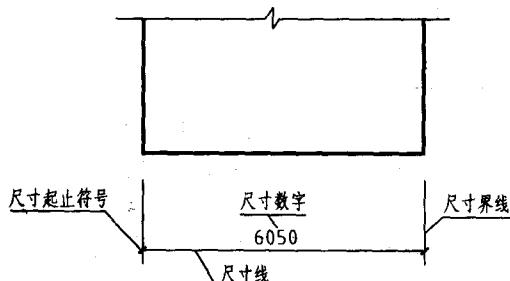

图 1-7 尺寸的组成
(1) 图样上的尺寸，包括尺寸界线、尺寸线、尺寸起止符号和尺寸数字（图 1-7）。